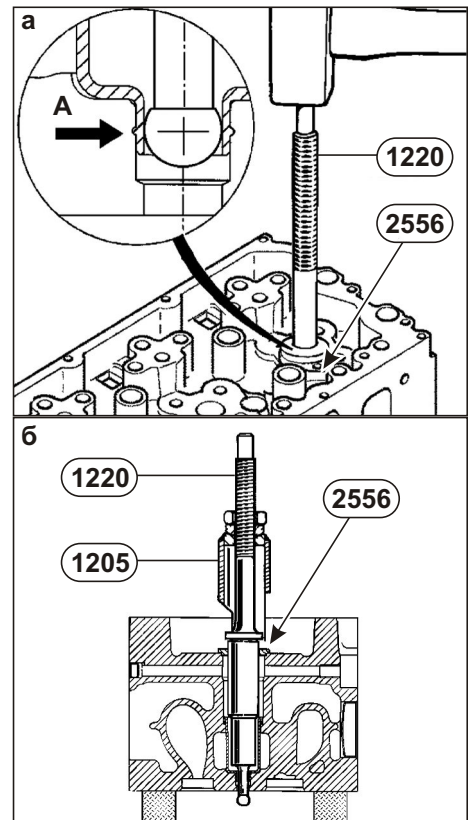

Рис. 59. Установка стакана форсунки.
5. Развальцевать в "А" (см. Рис. 59а), используя приспособление 1220.
6. Убрать приспособление 1220, используя приспособление 1205 (см. Рис. 59б).